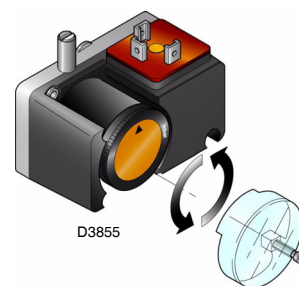

Abb. 26
- Regeln Sie den Druckwächter zur Kontrolle der Dichtheit (Kit PVP) (Abb. 26), wenn vorhanden, gemäß den dem Kit beiliegenden Anweisungen..